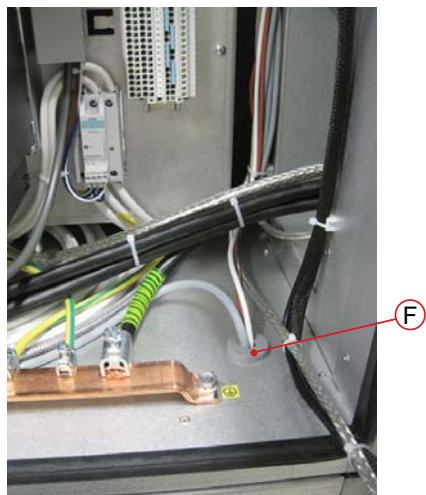

Рисунок 3.19 F: Втулка для кабелей РТЗ/РТ1000
- Подключить РТЗ и датчик РТ1000, см. Рисунок 3.19, Рисунок 3.20 и Рисунок 3.21 .